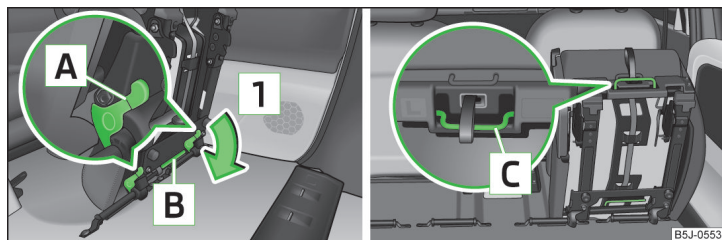

Abb. 57 Vorgeklappten Sitz entriegeln / Tragegriffe an der Sitzfläche
- › Den vorgeklappten Sitz durch Drücken der Sitzverriegelungen **A** » Abb. 57 in Pfeilrichtung **1** entriegeln.
- › Den äußeren Sitz vorklappen » Seite 70, Sitzlehne vorklappen und Sitz komplett vorklappen und entriegeln » Abb. 57 auf Seite 71.